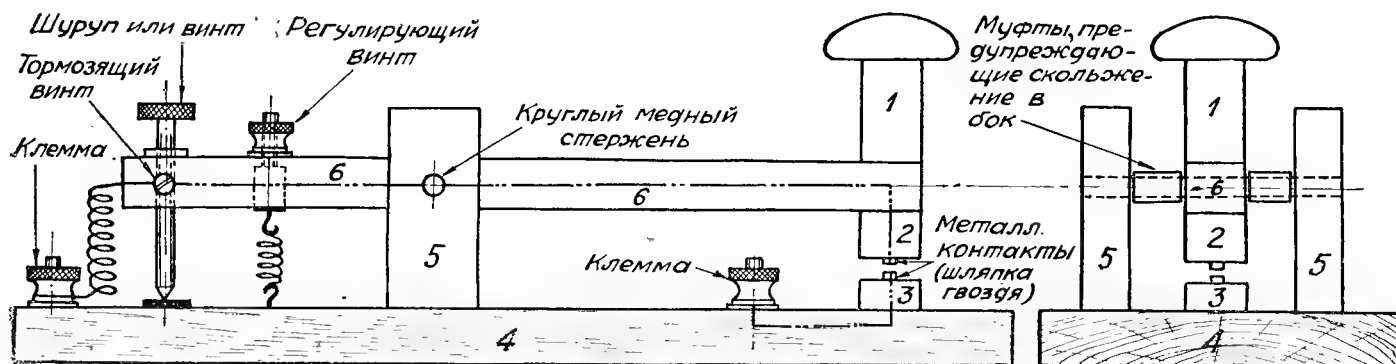

Рис. 6
1) 1×2 , 2) $1 \times 0,5$, 3) $1 \times 0,5$, 4) $6,5 \times 17,5$, 5) $2 \times 3,5$ (2 штуки), 6) 1×14 . Соедините части столярным клеем так, как указано на рис. 6. Рычаг надет на оси, укрепленной в стойках 5. Звонковым проводом сделайте соединения, отмеченные пунктиром, и ключ готов к работе. Особое внимание обратите на то, чтобы рычаг 6 не скользя по оси в стороны, для чего по бокам его на той же оси надеты муфты из эбонитовых или деревянных трубочек. Рычаг на оси должен сидеть не слишком плотно, во избежание заедания. Регулирующая пружина с винтом должна притягивать плечо рычага и этим размыкать контакты. Последние можно изготовить из обыкновенных гвоздей, но лучше всего их сделать серебряными.